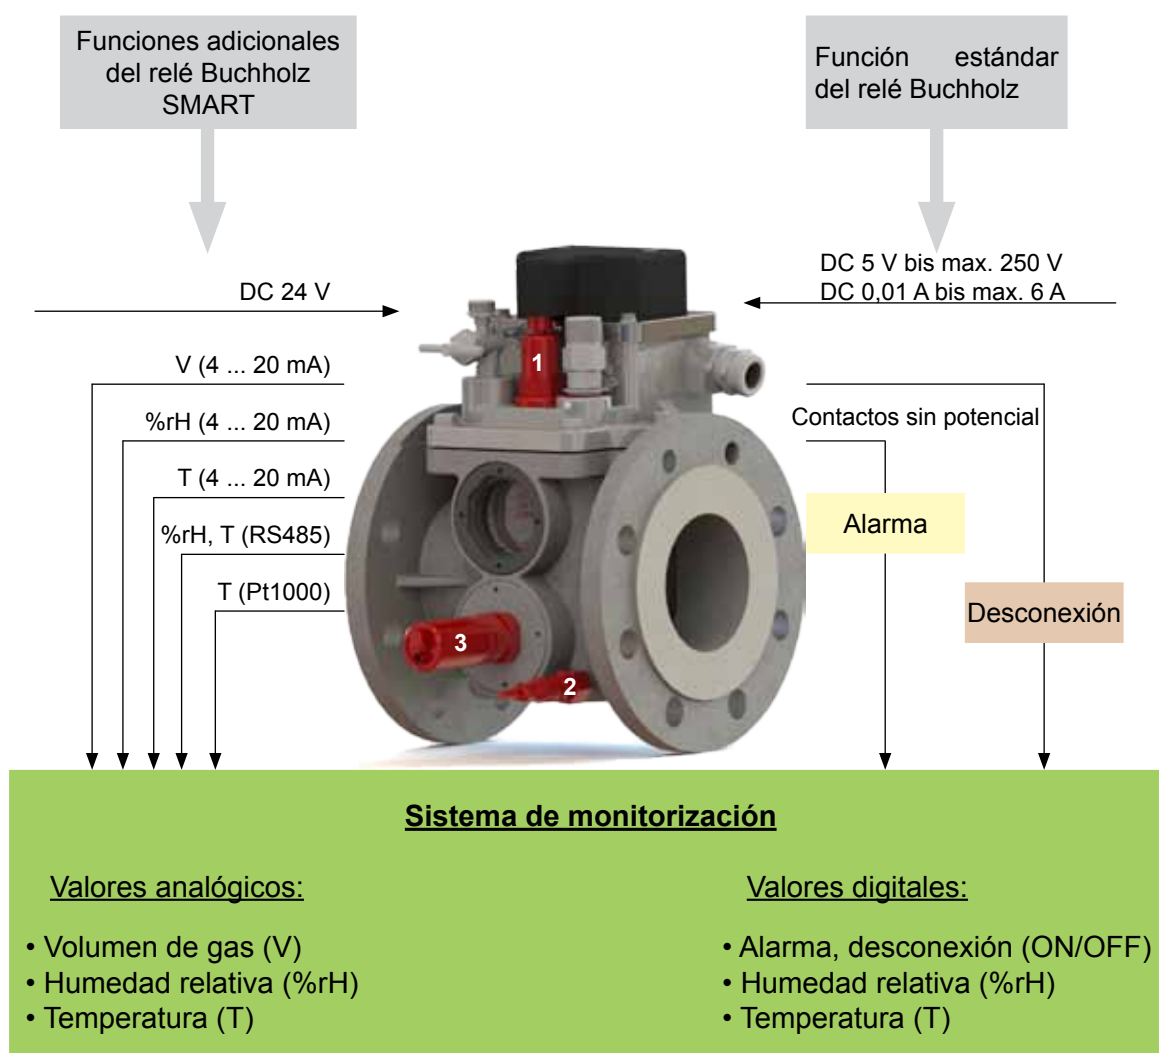

Figura 27 - Funciones adicionales del relé Buchholz SMART
- Sensor del volumen de gas - línea de productos (Figura 27 / No. 1)
- Sensor de temperatura (Figura 27 / No. 2)
- Sensor de temperatura-humedad (Figura 27 / No. 3)